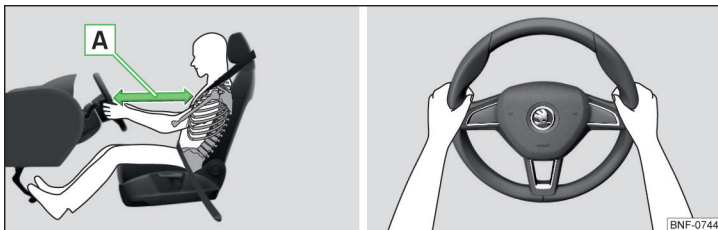

Fig. 2 Korrekt siddeposition for føreren / Sådan holder du korrekt på rattet.
- ✓ Indstil rattet, så afstanden **A** mellem rattet og førerens brystkasse er mindst 25 cm » Fig. 2.
- Under kørsel skal du have begge hænder på rattet. Tag fat om rattets sider på den yderste kant – i en position svarende til klokken 9 og 3 » Fig. 2. Hold aldrig på rattet i en position svarende til klokken 12 eller i en anden position (fx i midten af rattet og på den indvendige side af rattet). Hvis førerens frontairbag udløses, kan du som fører pådrage dig alvorlige kvæstelser på armene, hænderne og i hovedet.